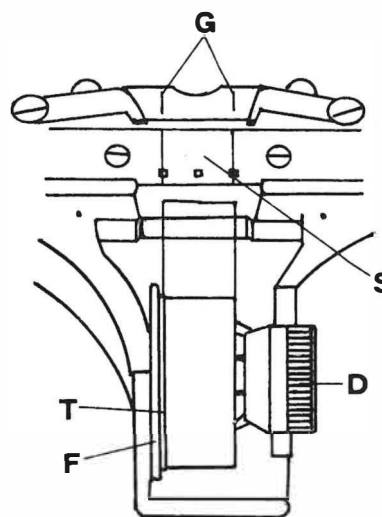

fig. 1
- 1) that the adhesive tape (S, fig. 1) — three or four superimposed layers — is applied to the matrix. It ensures that the little rectangles cut off by the perforators remain under the matrix and do not turn over sticking to the film.
- remove the adhesive tape layers (S, fig. 1) from matrix-centre, but **DO NOT** clean the little rectangles of adhesive tape cut off by the perforator, from the matrix holes.
1) 3 ou 4 couches superposées de ruban adhésif (S, fig. 1) soient collées sur la matrice. Cela permet aux petits rectangles de ruban adhésif découpés par les poinçons de rester sous la matrice et non de se recaller au film.
2) Le rouleau d'adhésif salt dans la bonne position au centre par rapport aux guides qui sont sur le pontet (G, fig. 1). Le risque (1) est nécessaire pour le codage au scotch fourni avec la presse, qui fait 15,3mm. Le rouleau est maintenu grâce aux ailettes (E, fig. 3) vers les flasques (T et F, fig. 1) et il ne peut s'échapper.